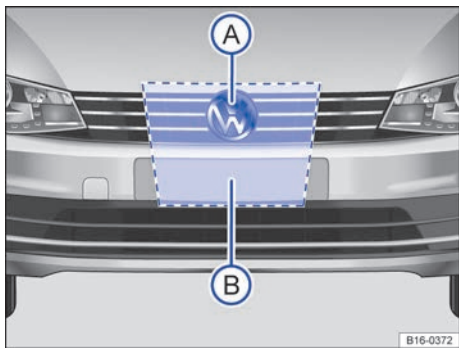

Fig. 131 En la parrilla del radiador, detrás del emblema de Volkswagen: sensor de radar (A) y zona que hay que dejar libre alrededor del sensor de radar (B).
En la parrilla del radiador, detrás del emblema de Volkswagen, va montado un sensor de radar → fig. 131 (A) para captar la situación del tráfico.
La zona situada delante y alrededor del sensor de radar → fig. 131 (B) no se deberá cubrir nunca con adhesivos, faros adicionales, marcos emblecedores para la matrícula o similares, pues esto podría perjudicar el funcionamiento del ACC.